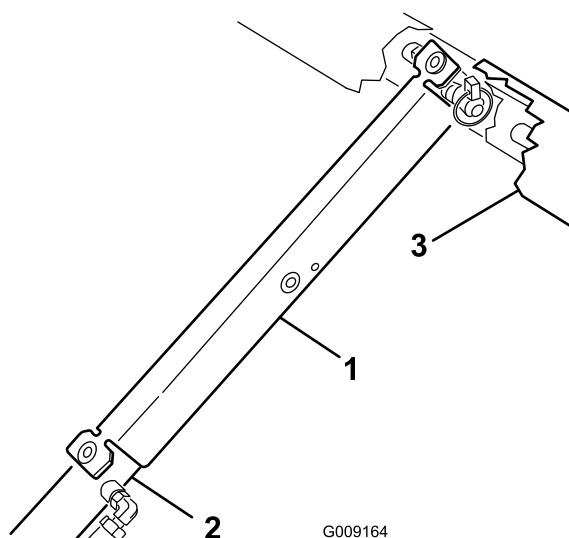

Рисунок 101
- торец корпуса гидроцилиндра и на торец штока гидроцилиндра подъема (Рисунок 101).